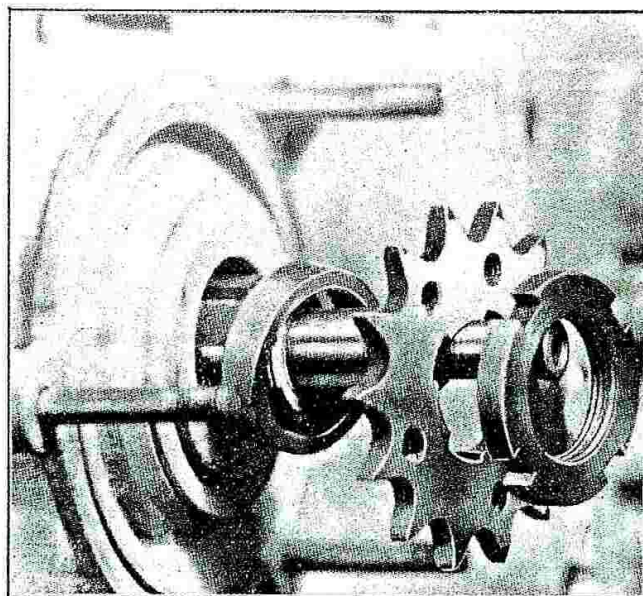

Fig. 45 - Come, dopo allentata la ghiera di serraggio, si levano il pignone e l'anello spessore.
- L'anello spessore (vedi fig. 45).